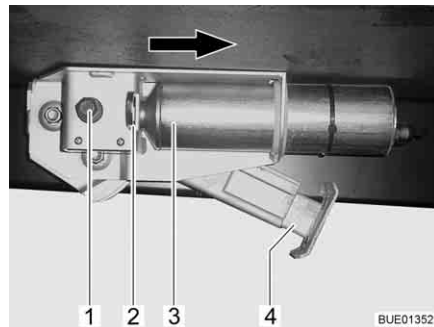

Fig. 37 Apoyo de elevación eléctrico en el vehículo
- Dentro de un lapso de 2 segundos, pulsar la tecla "Extraer apoyo de elevación" (Fig. 36,3), y mantenerla pulsada hasta que el pie de apoyo (Fig. 37,4) tenga contacto con el suelo.
- Dentro de un lapso de 2 segundos, pulsar la tecla "Introducir apoyo de elevación" (Fig. 36,1), y mantenerla pulsada hasta que el pie de apoyo (Fig. 37,4) haya sido introducido completamente. Cuando el apoyo de elevación ha sido introducido completamente sonará una señal acústica de control.
- Pulsar el circlip (Fig. 37,2) hacia dentro.
- Desplazar el motor (Fig. 37,3) hasta el tope en la dirección que indica la flecha.
- Bajar o subir el apoyo de elevación como un apoyo de elevación mecánico a través del hexágono (Fig. 37,1).
Cuando se haya eliminado la avería: Empujar el motor en dirección opuesta a la dirección que indica la flecha a la posición inicial. Extraer el circlip (Fig. 37,2) hasta que engatille.